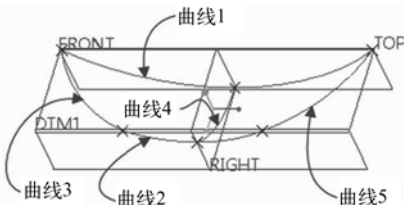
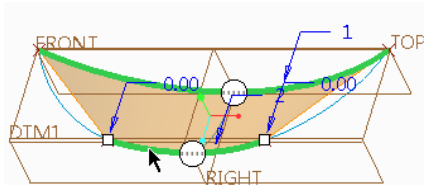

图 7-42 已有的 5 条曲线
图 7-43 指定第一方向曲线
① 在“快速访问”工具栏中单击“打开”按钮，弹出“文件打开”对话框，选择配套范例文件“bc_7_boundaryb_2.prt”，然后单击“文件打开”对话框中的“打开”按钮。打开的文件中存在着图 7-42 所示的 5 条曲线。
② 在功能区“模型”选项卡的“曲面”面板中单击“边界混合”按钮，打开“边界混合”选项卡。
③ 此时，“边界混合”选项卡中的（第一方向链收集器）处于被激活的状态，在图形窗口中选择曲线 1，接着按住〈Ctrl〉键的同时选择曲线 2，如图 7-43 所示。